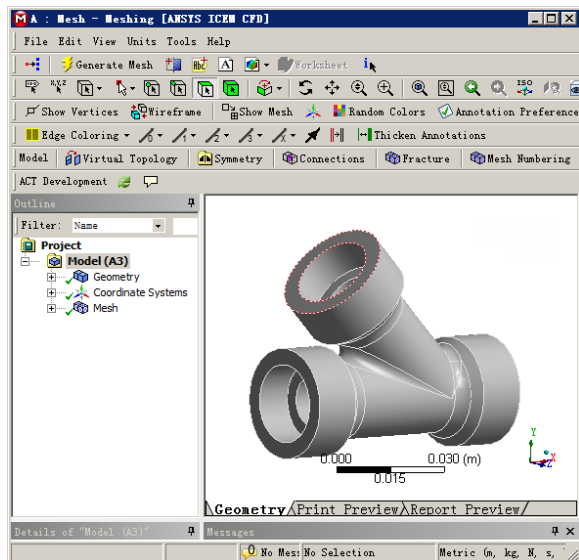

图 3-57 Meshing 界面
**步骤 01** 双击项目 A 中的 A3 栏 Mesh 项，进入如图 3-57 所示的 Meshing 界面，在该界面下即可进行网格的划分操作。